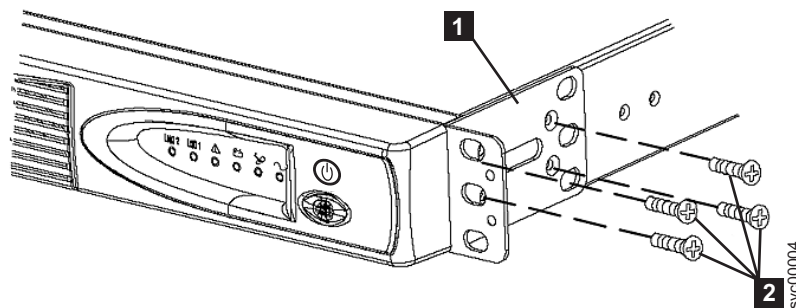

図 304. 2145 UPS-1U 用サポート・レールのラックへの取り付け
2. 2145 UPS-1U の各側面で、提供された 4 個の M3 × 6 ねじ (図 304 の **2**) を使用して、取り付け金具の長い方の端を 2145 UPS-1U に取り付けます。